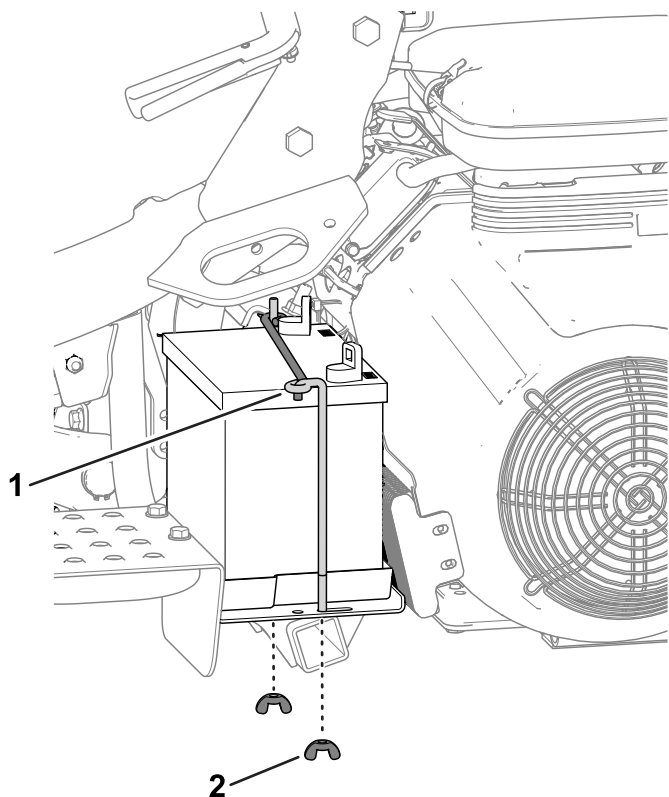

Figure 39
2. Retirez les écrous à oreilles et les tiges qui fixent la batterie sur la plate-forme (Figure 39) et sortez la batterie.
5. Placez la batterie sur son support et fixez-la en place avec les tiges et les fixations retirées précédemment (Figure 39).